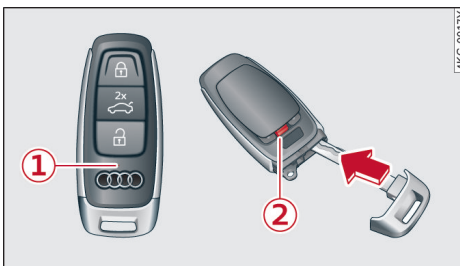

图 30 车辆钥匙：拆卸电池格
- ▶ 取下应急钥匙 ⇨ 第 37 页并将其斜着插入开口 ⇨ 图 30。